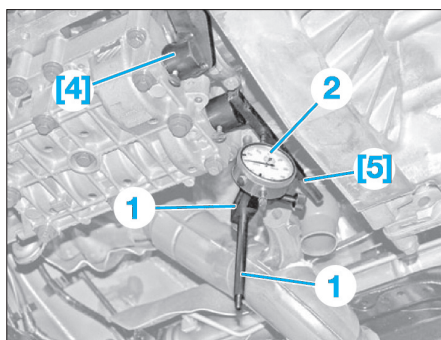
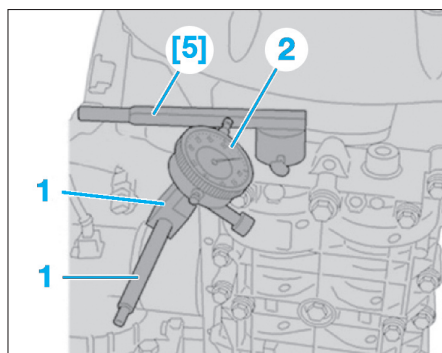

Fig. 93
Fig. 94
- [4]. Levier d'immobilisation d'arbre d'équilibrage (ref. 8610-T.F / 0190 F2) (Fig.93).
- [5]. Règle pour contrôler jeu d'arbre d'équilibrage (ref. 8610-T.A / 0190 A) (Fig.93) et (Fig.94).
- Contrôler le jeu entre les arbres d'équilibrage, pour cela (Fig.93) :
- poser un support de comparateur (1),
- poser un comparateur (2) sur le support (1),
- étalonner le comparateur (2) à 0,
- Contrôler et régler le jeu entre les arbres d'équilibrage et le vilebrequin, pour cela (Fig.94) :